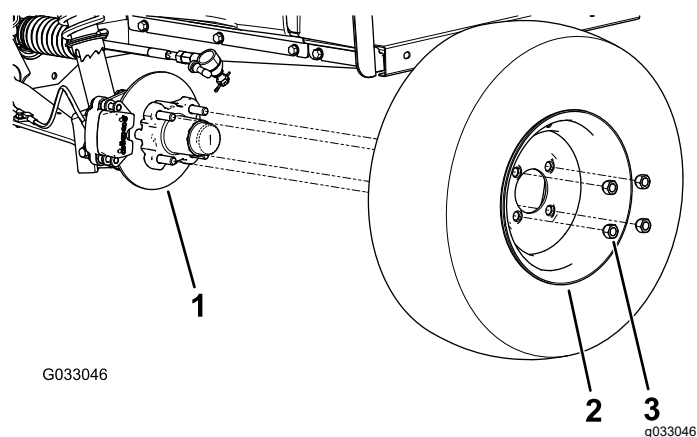

Figure 29
2. Retirez les 4 écrous qui fixent la roue sur le moyeu (Figure 29).
4. Alignez les trous de la roue et les goujons du moyeu, puis montez la roue sur le moyeu en plaçant la valve à l'extérieur (Figure 29).
5. Fixez la roue au moyeu avec les écrous de roue (Figure 29). Serrez les écrous de roues à un couple de 108 à 122 N·m (80 à 90 pi-lb).